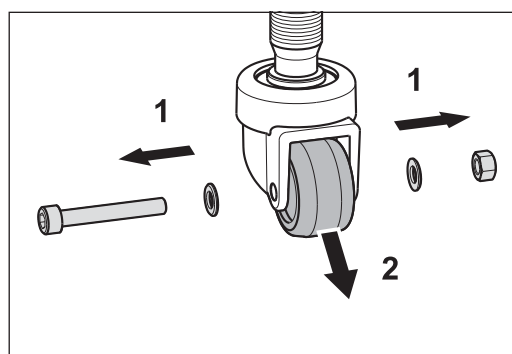

Abb. 80 Die Schraube, die Scheiben und die Mutter entfernen (1) und das Laufrad aus der Radgabel ziehen (2).
- 2 Entfernen Sie von der Radgabel die Schraube mit den Scheiben und der Mutter (Abb. 80, 1).
- 3 Ziehen Sie das Laufrad aus der Radgabel (Abb. 80, 2)